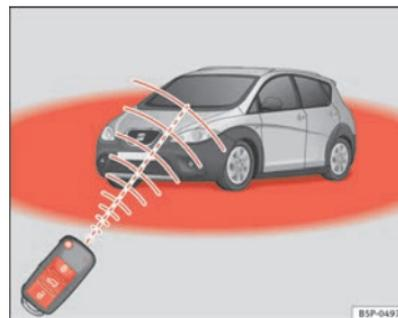

Fig. 64 Raio de ação do telecomando por radiofrequência
- O telecomando por rádio-frequência só funciona, se se encontrar dentro do seu raio de acção ⇒ página 103, fig. 64 (superfície vermelha).